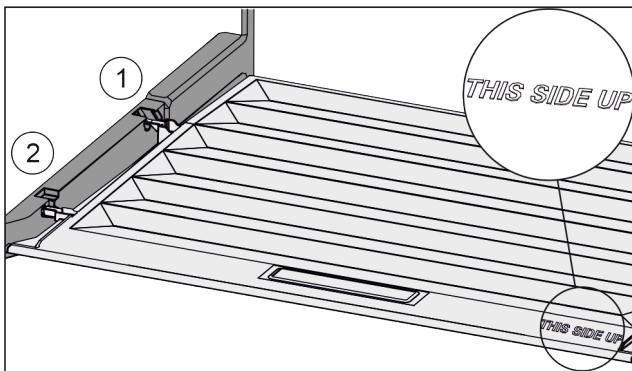

Fig. 109
- Пъхнете шийките на капака през отвора в задния държач Fig. 109 (1) и фиксирайте отпред в държача Fig. 109 (2).